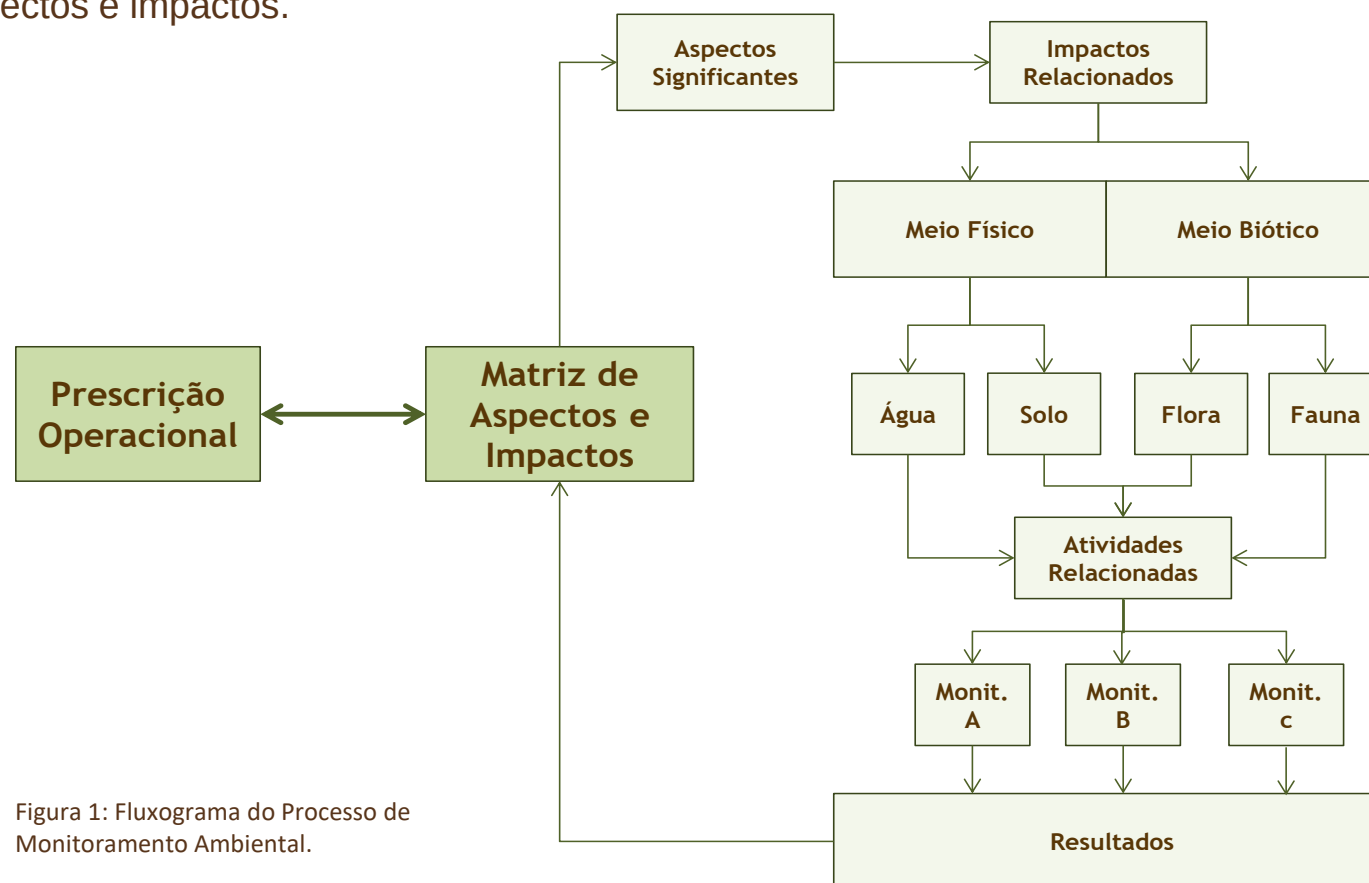

Figura 1: Fluxograma do Processo de Monitoramento Ambiental.
- Para assegurar a identificação, mitigação e monitoramento de eventuais impactos ambientais que possam advir das atividades inerentes ao processo de silvicultura, serão realizados monitoramentos de ordem qualitativa para aferir a qualidade ambiental das operações. O fluxograma (figura 1) abaixo ilustra o processo de avaliação das atividades que devem ser monitoradas com base em uma avaliação de aspectos e impactos.